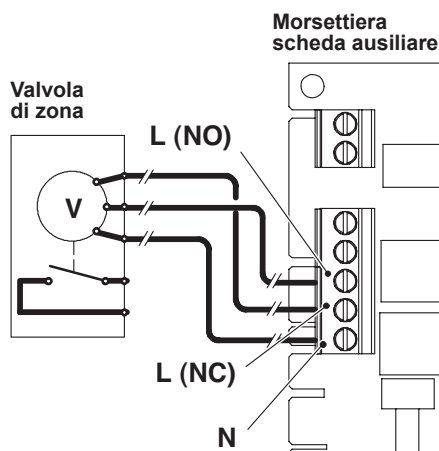

Figura 5.24
Per il collegamento della valvola di zona servirsi dei morsetti della scheda ausiliare **N** (neutro comune), **L (NO)** linea 230V ~ (valvola apre impianto riscaldamento), **L (NC)** linea 230V ~ (valvola chiude impianto riscaldamento) (Figura 5.24).